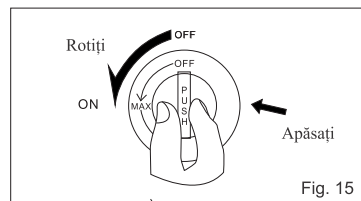
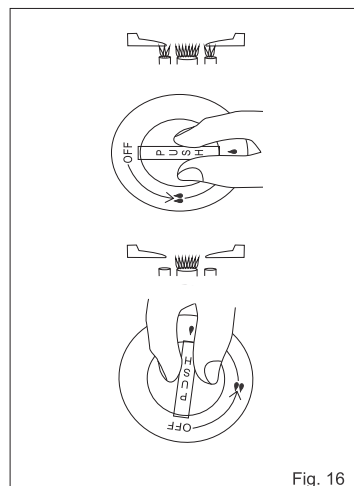

Fig. 15
Fig. 16
A. Deschideți robinetul principal de gaz, apăsați butonul de reglare a debitului de gaz și rotiți-l în sens MAX (sens invers acelor de ceasornic), până când auziți clic-ul aprinzătorului. Asigurați-vă că arzătorul este aprins. (fig.15). În această poziție se vor aprinde arzătorul mic și arzătorul mare din arzătorul dublu. Ca să utilizați numai arzătorul mic, dați drumul la butonul de reglare a debitului de gaz și rotiți-l la MIN (fig.16)